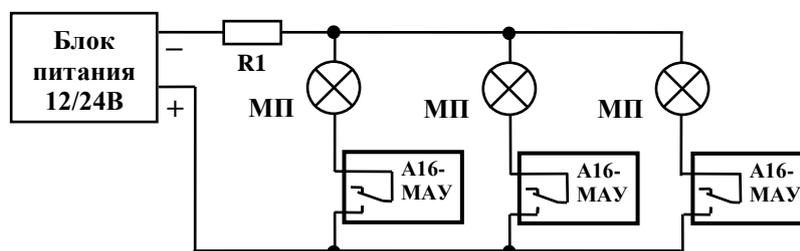

Рис.6. Схема подключения модулей пожаротушения ("МП") с контролем исправности цепи каждого модуля и с верным включением модулей.
6.1.14. При питании нескольких групп модулей от единого источника возможно организовать их веерное включение. Для этого шлейф с модулями пожаротушения необходимо подключить непосредственно к источнику питания через ограничительный резистор R1 (рис.6), а модулям А16-МАУ задать время задержки включения таким образом, чтобы их включение осуществлялось поочередно.